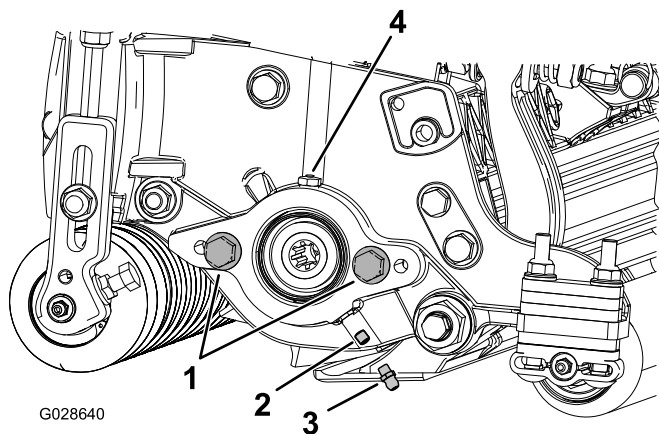

图6
1. 拆下并丢弃滚刀马达侧板上的固定螺丝（图6）。
2. 安装直通黄油嘴（图6）。
3. 如果滚刀马达侧板上没有平头螺丝，请安装（图6）。
5. 安装滚刀马达，润滑侧板，直至多余的润滑脂流出润滑孔（图6）。